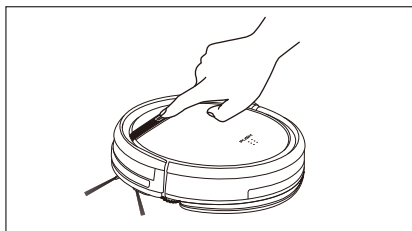

Figure 4
5. Refermez le couvercle du robot, appuyez sur le bouton «CLEAN» pour commencer le nettoyage humide. Il n'y a pas de fonction d'aspiration pendant le nettoyage humide. (Figure 4)